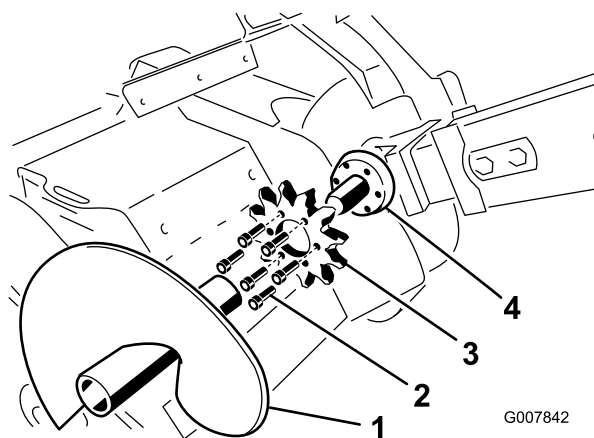

Figure 61
3. Enlevez la vis sans fin de débrayage (Figure 61).
8. Enlevez les six boulons de fixation du pignon d'entraînement (Figure 61).
9. Déposez le pignon d'entraînement et mettez-le au rebut (Figure 61).
10. Nettoyez la surface de montage du pignon sur la trancheuse (Figure 61).
11. Glissez le nouveau pignon d'entraînement sur l'arbre (Figure 61).
12. Vissez à la main les 6 boulons dans le pignon (Figure 61).